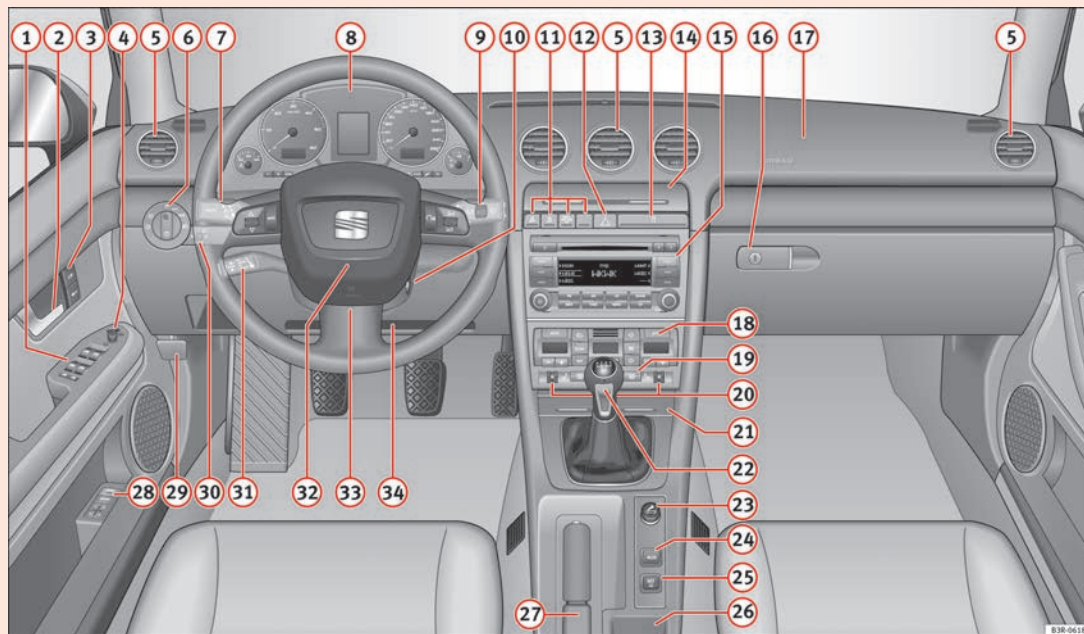

Abb. 36 Einige der gezeigten Instrumente oder Anzeigefelder gehören nur zu bestimmten Modellausführungen oder sind Mehrausstattungen.
- Bei Fahrzeugen mit Rechtslenkung\* weicht die Anordnung der Bedienelemente zum Teil von der in ⇒ Abb. 36 gezeigten Anordnung ab. Die Symbole, die die Bedienelemente markieren, sind jedoch gleich. ■